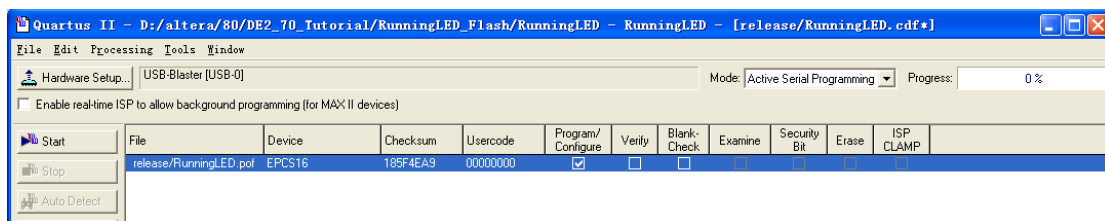

图 9-12 烧写 FPGA 配置到 Flash 图
- (3) 重新添加 pof 文件，不是 sof 文件，勾选 Program/Configure, start。如图 9-12